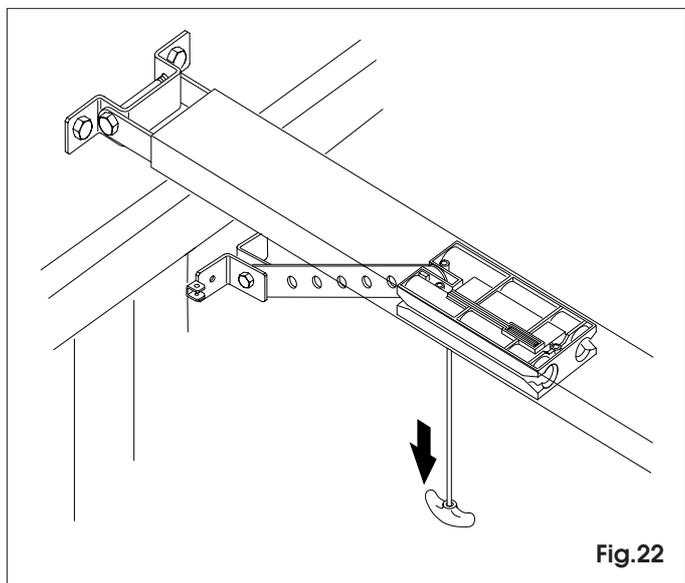

Fig.22
7.18 Sbloccare l'operatore tirando verso il basso la leva di sblocco (fig.22).